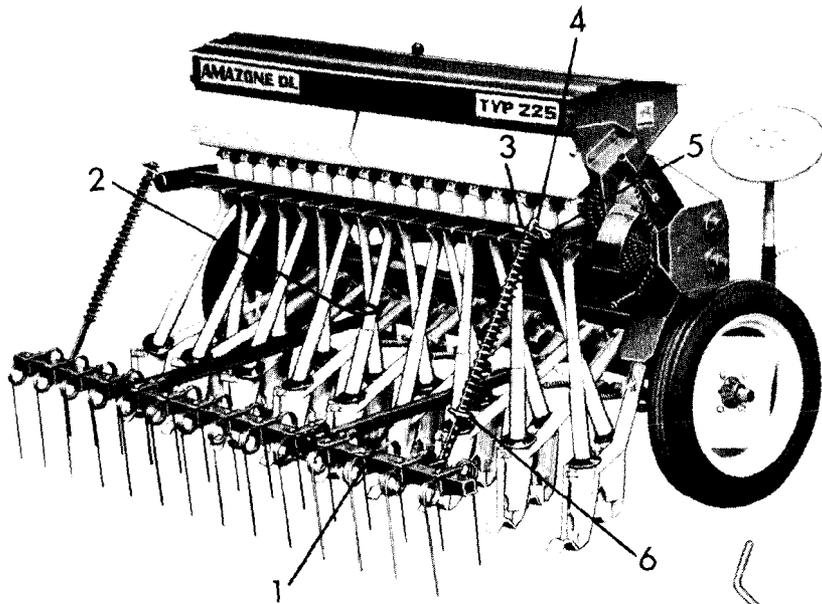

Abb. 21
Er ist wie folgt anzubringen: (siehe Abb. 21)
1. Rahmenhalter (Abb. 21/1) auf die Zapfen der Klemmstücke (Abb. 21/2) schieben und mit Splint sichern.
3. Druckstange (Abb. 21/4) mit Feder durch die Führungslasche (Abb. 21/3) stecken und mit Federvorstecker (Abb. 21/5) sichern.
4. Federdruck je nach Bodenbeschaffenheit einstellen (Abb. 21/6).